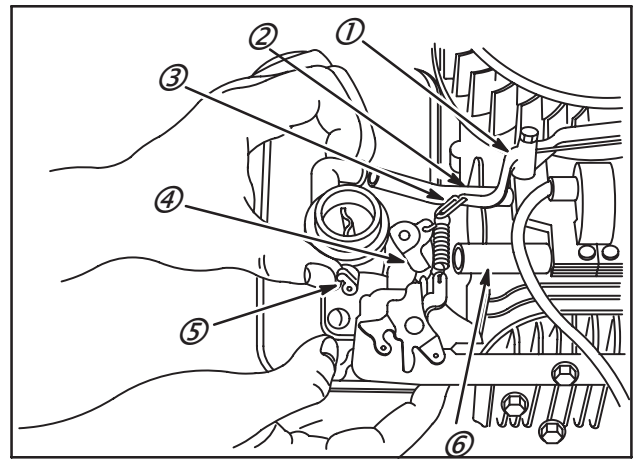

Fig. 51
2. Avec la tringle de régulateur (3) accrochée à la palette du régulateur (1), raccorder la biellette au papillon (4) et glisser le carburateur en place.
4. Maintenir le levier de starter (5) comme indiqué en Fig. 51, de manière à ne pas accrocher la plaque de commande.